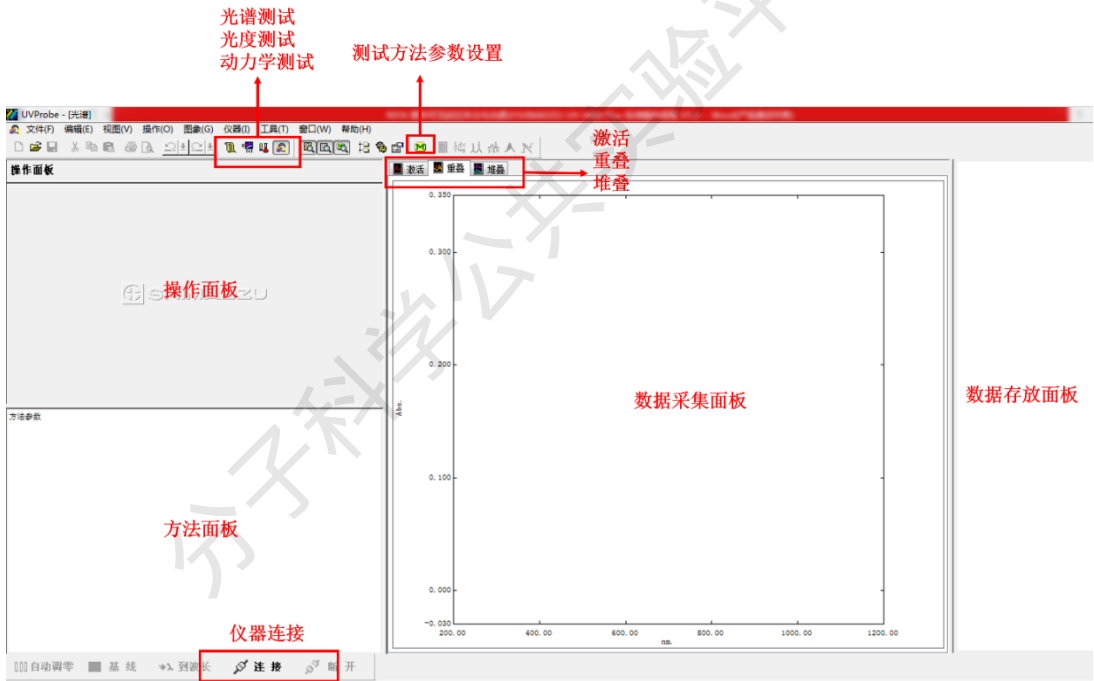

图 6-4 操作软件 UVProbe 的光谱模块图示
- (1) 单击【光谱模块】图标，启动光谱模块操作界面（图 6-4）。在左下方找到【连接】单击，仪器开始自检，待全部通过后，点确定即可。